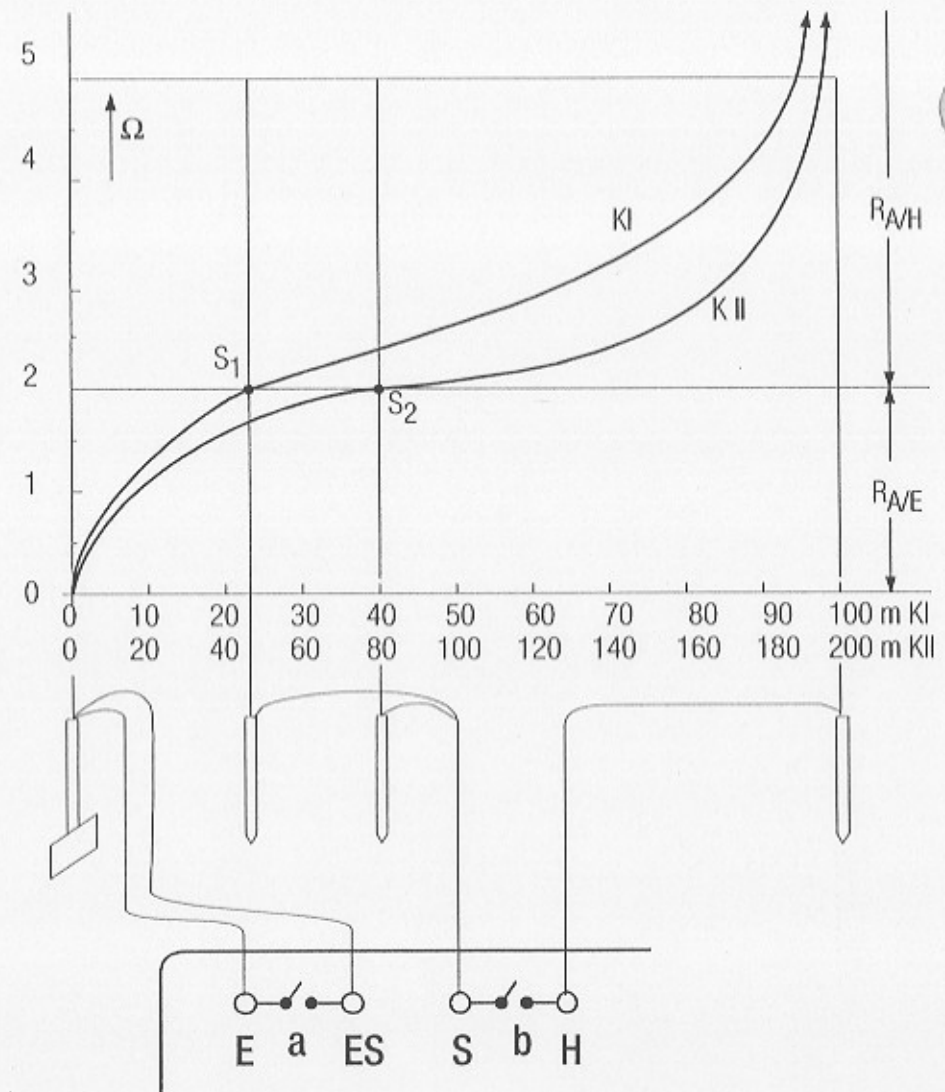

Bild 10 Messen des Erdungswiderstandes einer ausgedehnten Erdungsanlage
In diesem Fall verfahren Sie wie in Bild 10 dargestellt.
- ◇ Die gemessenen Widerstände werden tabellarisch und anschließend grafisch, wie in Bild 10 dargestellt aufgetragen (Kurve I).
Bei Widerstandskurven ohne ausgeprägten horizontalen Bereich sollte die Messung mit verändertem Standort des Hilfserders kontrolliert werden. Diese weitere Widerstandskurve ist mit geänderten Abszissenmaßstab so in das erste Diagramm einzutragen, daß beide Hilfserderstandorte zusammenfallen. Mit dem Wendepunkt S2 kann der zuerst ermittelte Ausbreitungswiderstand kontrolliert werden (vgl. Bild 10 Seite 16).